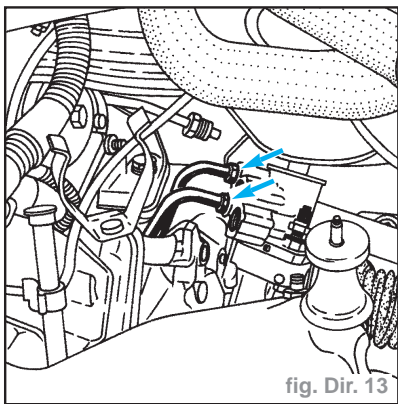

fig. Dir. 13
- Sous le véhicule, dévisser puis déposer les tuyauteries d'alimentation de la direction (prévoir l'écoulement d'huile) (fig. Dir. 13).
- les tuyaux d'alimentation du vérin sur la valve et le corps sans les serrer (fig. Dir. 13),